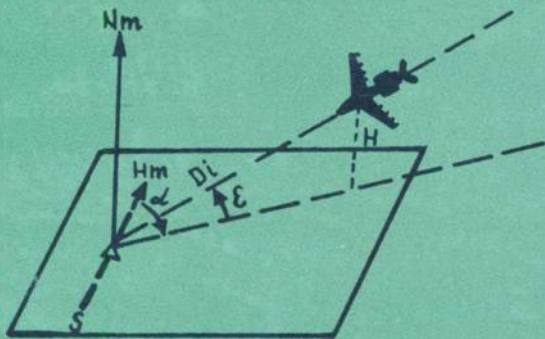

Fig. 2 Coordonatele avionului determinate de radar.
Cu această capacitate a radarului (de la sol) de a descoperi o țintă datorită impulsurilor ce le emite spre aceasta și ale căror reflexii provocate de țintă le recepționează, radarul determină așanumitele **coordonate ale avionului** (vezi fig. 2). Acestea sînt: **azimutul** (α) adică unghiul măsurat în plan orizontal între direcția nordului magnetic și proiecția distanței avion-stație radar, măsurat în sensul acelor de ceasornic de la 0 grade la 360 grade; **unghiul de înălțare** (ϵ) măsurat în plan vertical între linia avion-stație și proiecția ei pe plan orizontal necesar determinării înălțimii avionului și **distanța înclinată** (D) măsurată direct între amplasamentul stației și avion.